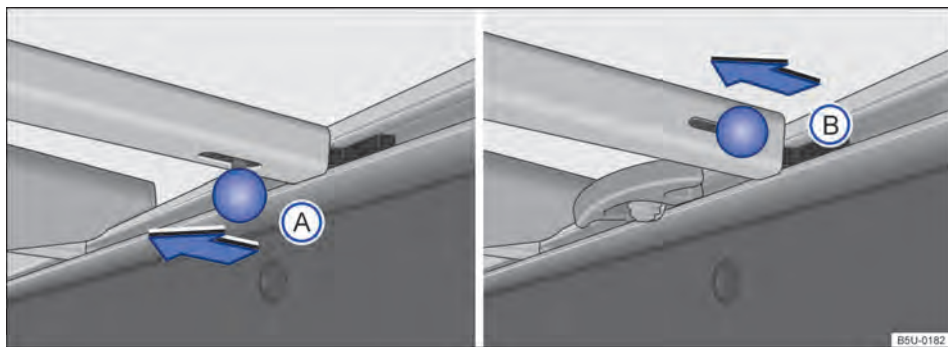
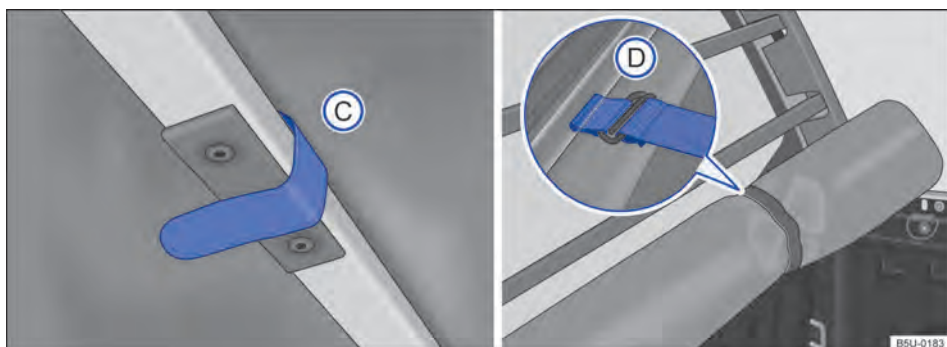

Fig. 51 Travessas no compartimento de carga: (A) veículos com suportes de amarração fixos, (B) veículos com suportes de amarração deslizantes.
Fig. 52 No compartimento de carga: tira de fixação e capota marítima corretamente recolhida.
- Para remover de tipo (A) ou (B), deslocar o pino de travamento no sentido da seta → Fig. 51. Para remover a travessa que está próxima ao vidro traseiro, é necessário soltar as tiras de fixação da capota → Fig. 52 (C).
- Após o recolhimento total da capota, prenda-a com as cintas de fixação (D).
- Para remover a travessa que está próxima ao vidro traseiro, é necessário soltar as tiras de fixação da capota → Fig. 52 , e fazer o mesmo procedimento anterior para remover a travessa (quando disponível mais de uma travessa).
- Após o recolhimento total da capota, prenda-a com as cintas de fixação → Fig. 52 .